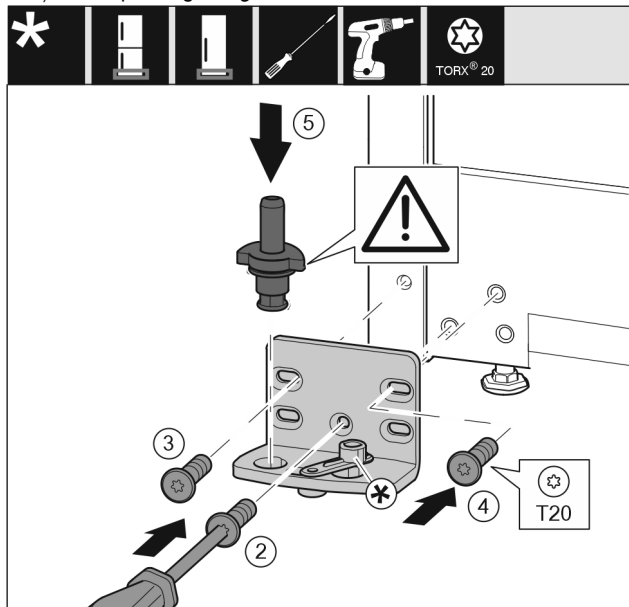

Fig. 14
- ▶ Pielieciet gultņa balstu otrajā pusē un pieskrūvējiet ar skrūvgriezi T20. Sāciet apakšā pa vidu ar skrūvi 2. Fig. 14 (2)
- ▶ Pieskrūvējiet skrūvi 3 un 4. Fig. 14 (3,4)
- ▶ Ievietojiet pilnīgi gultņa tapu. Uzmaniet, lai aiztura izcilnis būtu vērstas virzienā uz aizmuguri. Fig. 14 (5)